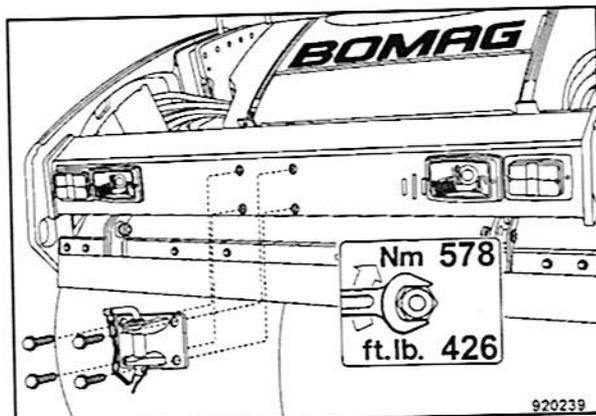

Fig. 99
- Atornillar el acoplamiento de remolcar por delante (Fig. 99) o atrás con un par de apriete de 578 Nm (426 ft.lb.).